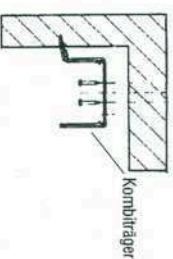

Abb. 1 Trägermontage (Deckenmontage)
- a. Deckenmontage Abb.1**
- bei Montage im Sturz (Deckenmontage) Träger wie Abb. 1 in die Blende montieren (nieten), danach Blende in den Sturz bzw. an die Decke schrauben